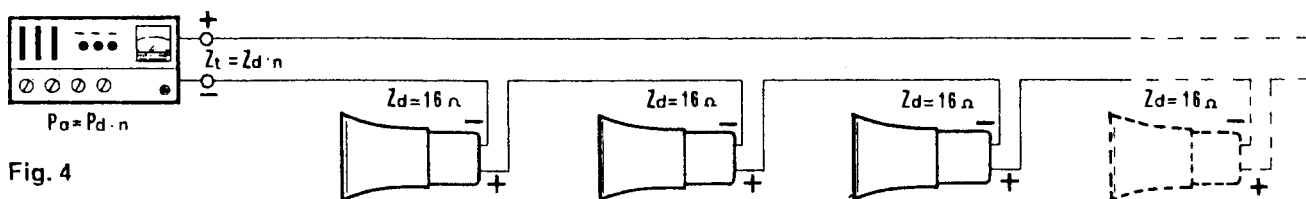

Fig. 4
a) In serie (fig. 4)
a) en série (fig. 4)